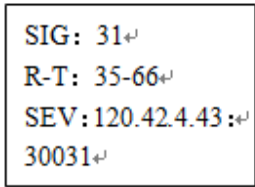

图 34+
- 图 34: GPRS-D, GPRS 参数测试界面; SIG 为信号强度, 数值越大, 信号越强; R-T 分别代表接收和发送的数据量; SEV 为 IP 地址; 最后一行为端口号;